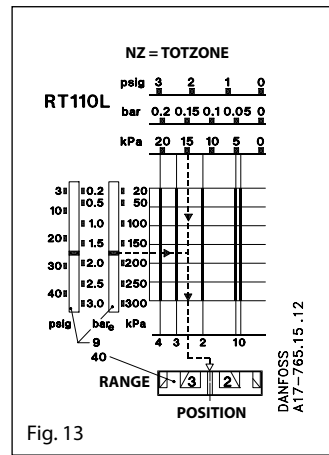

Fig. 13
Das Intervall zwischen den Schaltwerten der Kontakte. Stellglied ist dabei in Ruhe (siehe Abb. 13).
Der Bereich wird mit dem Einstellknopf (5) Abb. 8 unter gleichzeitigem Ablesen der Hauptskala (9) eingestellt. Der eingestellte Druck ist der Aus-schaltdruck für den Kontakt 1-4 (siehe Abb. 13).
Die gewünschte neutrale Zone wird im Diagramm für das betreffende Gerät aufgesucht. An der unteren Skala des Diagramms kann dann abgelesen werden, auf welche Position die Neutralzonenrolle (40) eingestellt werden muß. Die Funktion geht aus Abb. 13 hervor.